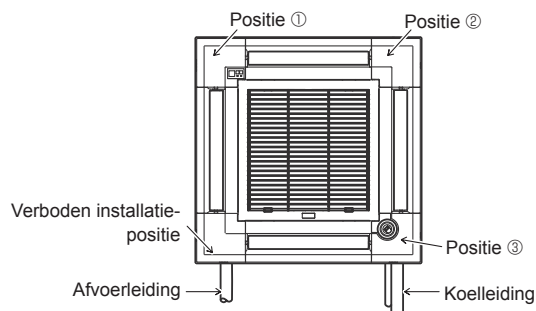

Fig. 9-11
Het hoekpaneel met signaalontvanger kan niet worden bevestigd aan de zijde van de afvoerleiding van het hoofdapparaat. (Raadpleeg Fig. 9-11)
* Als de positie van de i-see-sensor is gewijzigd van de standaardpositie (positie (3)) naar de andere positie, wijzig dan de functie-instellingen. (Raadpleeg pagina 70 en Fig. 9-11)
Het i-see sensor hoekpaneel kan niet worden bevestigd aan de zijde van de afvoerleiding van het hoofdapparaat. (Raadpleeg Fig. 9-11)